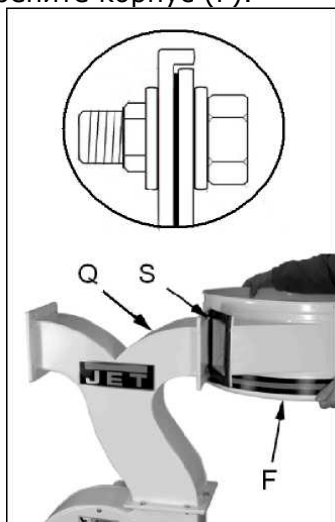

Рис. 5
Зафиксируйте верхнее уплотнение (S, Рис. 5) и с помощью шестигранных болтов, шайб и гаек закрепите корпус (F).